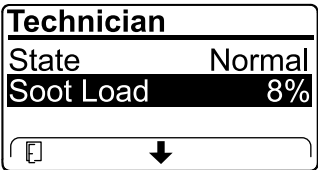

Bild 44
- Zeigen Sie die Rußlast an, die als Prozentsatz des Rußes im Dieselpartikelfilter (Bild 44) gemessen wird, siehe Tabelle für die Rußlast.